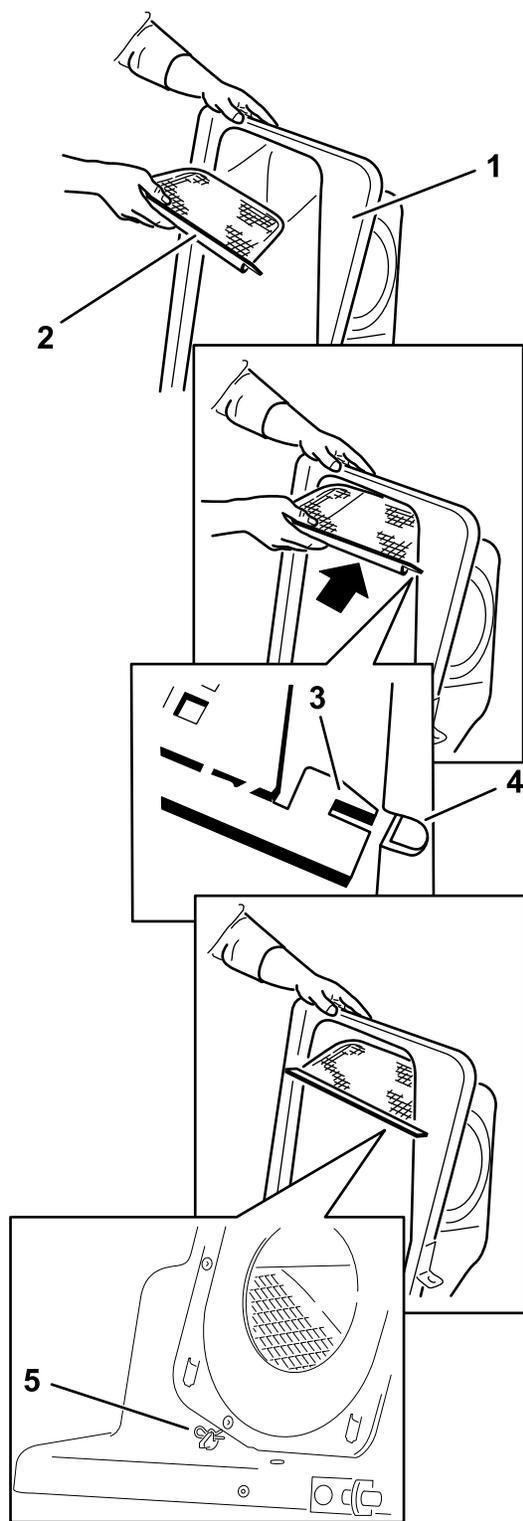

Figura 18
2. Instale o filtro como se mostra na Figura 18 e deslize na direção dos sacos de recolha.